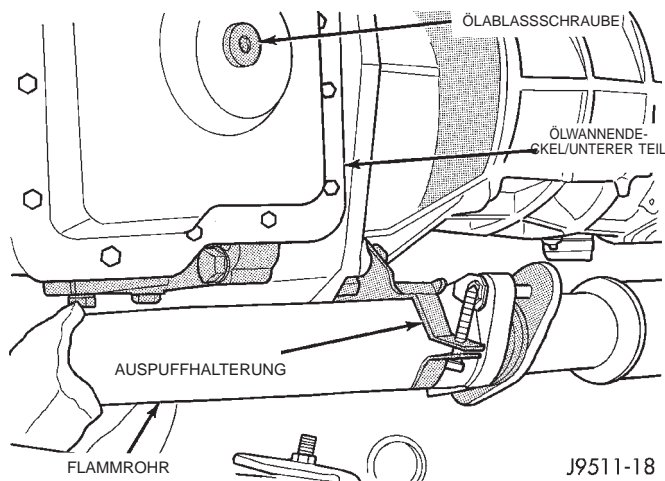

Abb. 2 Flammrohr an vorderes Auspuffrohr
(3) Die Schrauben an der Verbindung zwischen dem Flammrohr/Turbolader und dem Auspuffrohr lösen (Abb. 2).